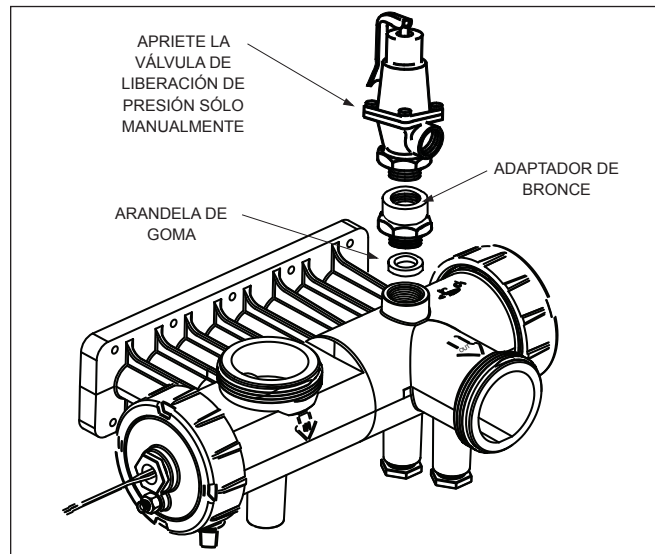

Figura 19. Instalación de la válvula de liberación de la presión
6. Instale la arandela de goma al fondo del agujero. Véase Figura 19.
11. Instale el adaptador en la PRV y apriételo utilizando dos (2) llaves inglesas. Utilice la marca hecha previamente en el adaptador para orientar la válvula de liberación de presión en la dirección deseada en relación con las conexiones hidráulicas en el cabezal.